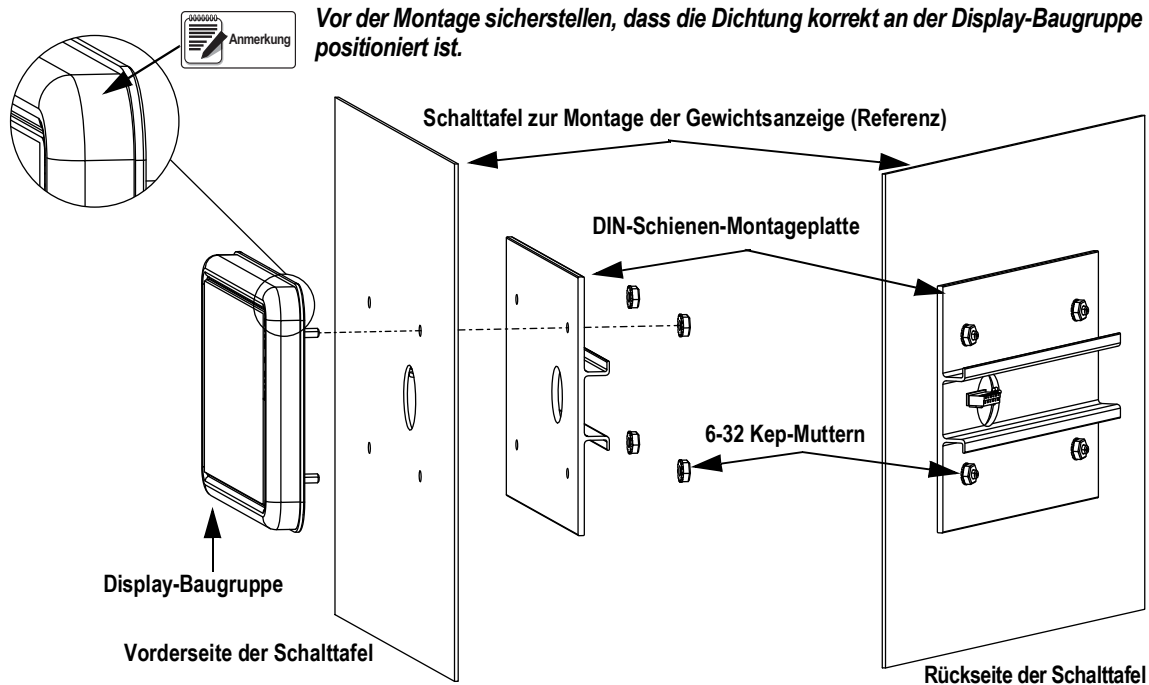

Abbildung 2-3. Montage der Display-Baugruppe
3. Die vier Kep-Muttern lösen und aufnehmen, mit denen die DIN-Schiene und das Display an der Platine befestigt sind (siehe Abbildung 2-3 auf Seite 13).